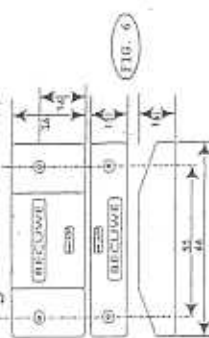

FIG. 6
- D1, D2 et D3 sont les 3 directions de déplacement de l'aimant par rapport au détecteur (voir fig 6). Les valeurs dans les directions 2 et 3 sont prise avec un écartement dans la direction 1 de 5mm.
L'orientation des boîtiers détecteur et aimant doit être telle que les marquages "BEUCUWE" soient dans le même sens et que les logos "NF-A2P" soient les plus proches l'un de l'autre (voir figure 6).